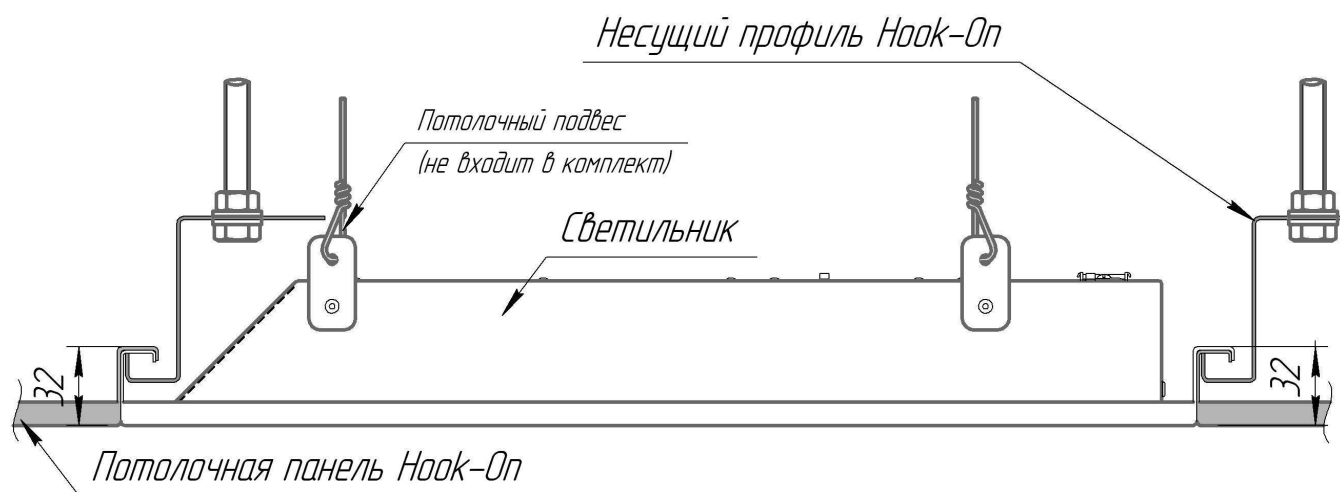

Рисунок 2 - Схема установки светильника ДВО15 HN
5.6 Установите светильник на несущий профиль Hook-On таким же образом, как и потолочные панели (рис. 2).